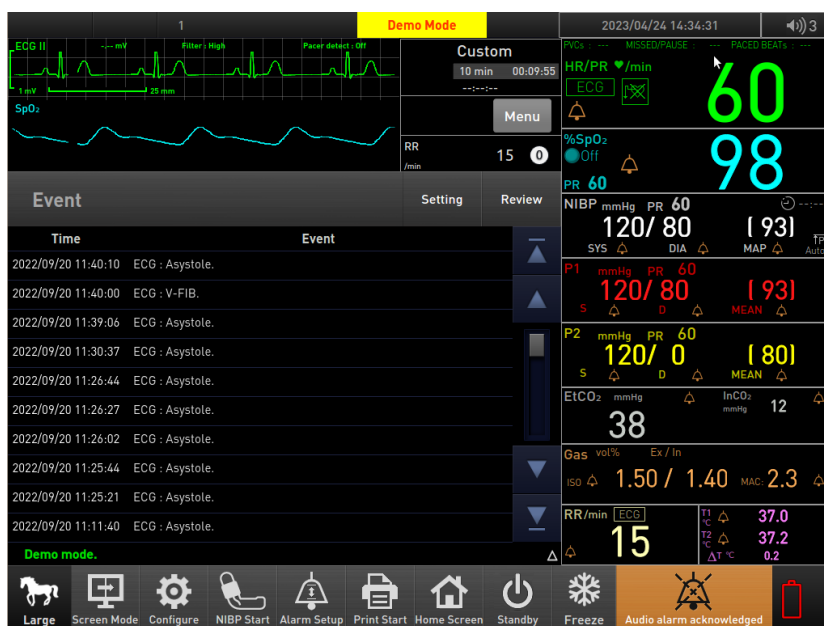

Figura 38. Visualizzazione dell'elenco di revisione degli eventi
2. Se è selezionata l'icona dell'elenco degli eventi, verrà visualizzato l'elenco di revisione degli eventi (fare riferimento alla Figura 38).